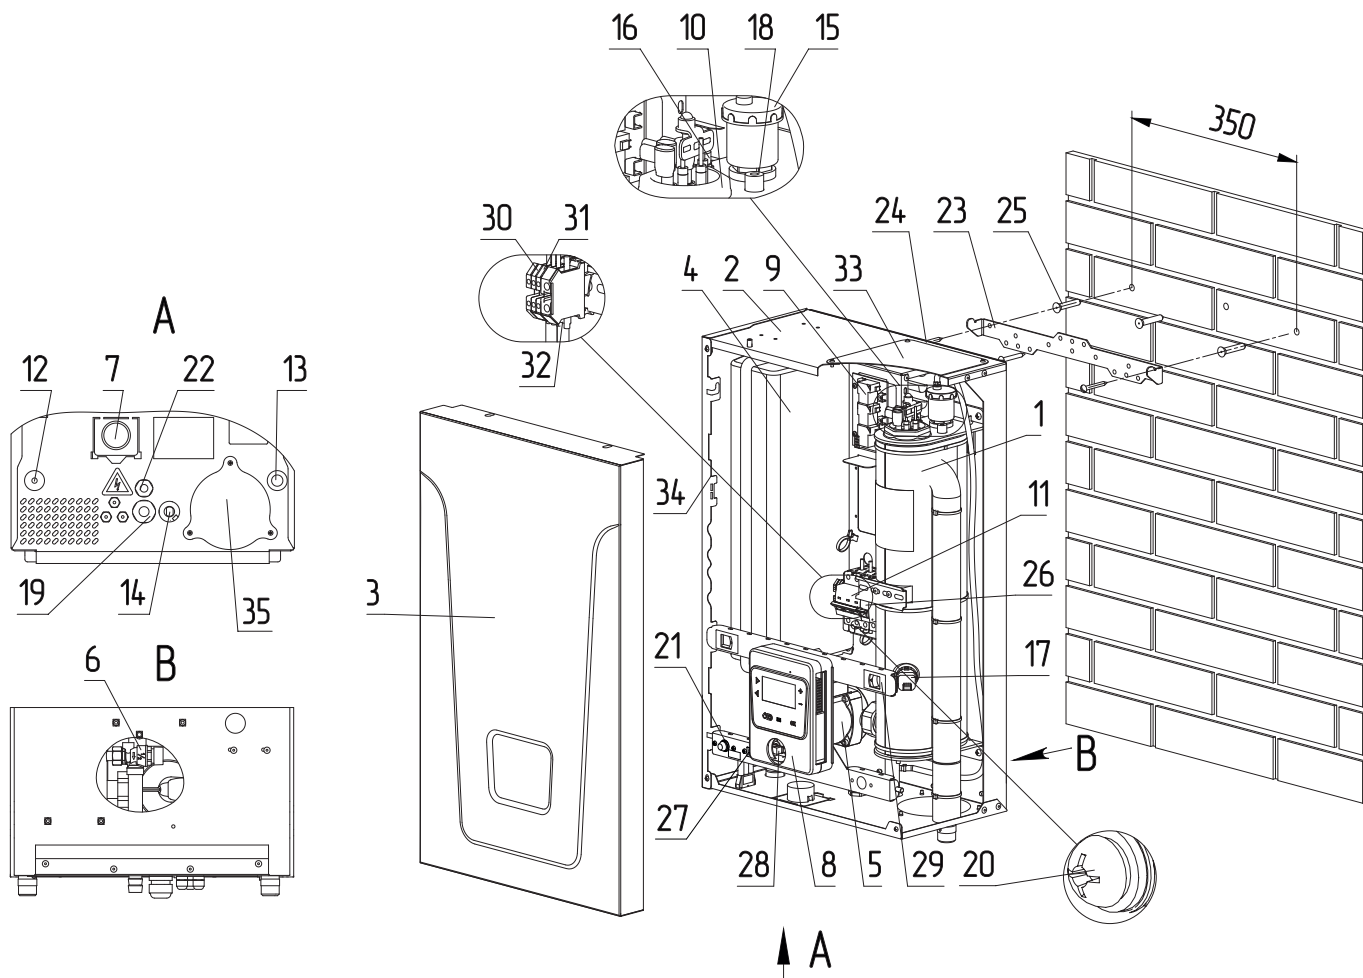

Рис.1 Конструкция котла
- установки запорной арматуры на линии отвода теплоносителя из предохранительного клапана электрического котла (Рис.1, 2, 3, поз.14);
- Категорически запрещается устанавливать запорную арматуру на патрубков сброса теплоносителя из предохранительного клапана электрического котла (Рис.1, 2, 3, поз.14).